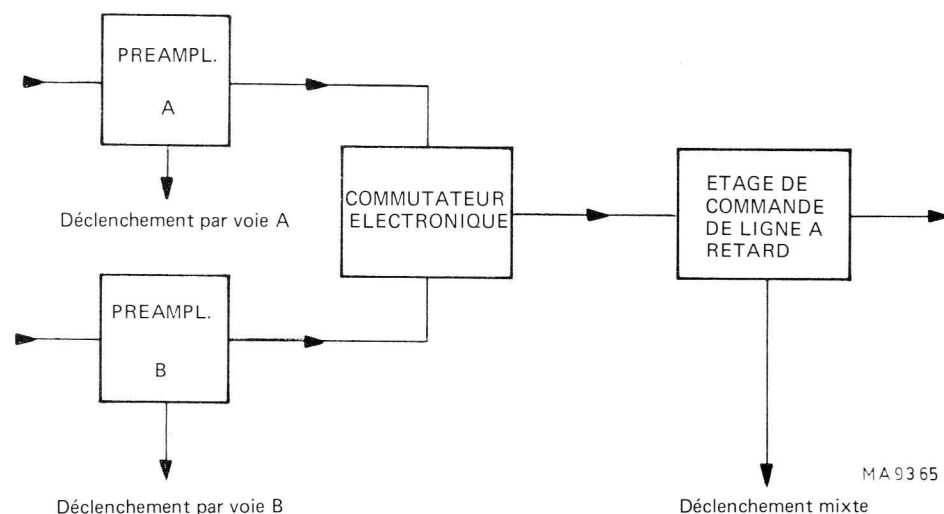

Fig. 2.5. Schéma synoptique du circuit de déclenchement mixte
*Remarque: Si on emploie le déclenchement mixte en fonctionnement bivoie (commuté ou alterné) et qu'un seul signal est fourni (à l'entrée A ou B), on ne peut obtenir un déclenchement stable. C'est normal vu que la source de déclenchement est également commutée de A à B (voir figure 2.5).*